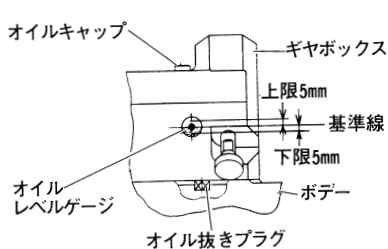

図 26
(1) ギヤボックス (図26) のギヤオイルをオイルレベルゲージにより点検し、不足している場合は補給してください。
(2) ギヤオイルを半年に1回ぐらい、次の要領で交換してください。
① ポデー内側のオイル抜きプラグを取りはずし、古いギヤオイルを抜きます。
② オイル抜きプラグを取付け、オイルキャップを取りはずし、新しいギヤオイルを入れます。
③ ギヤオイルの量は、オイルレベルゲージ基準線より、下限・上限5mm以内になるのが適量です。(図26)